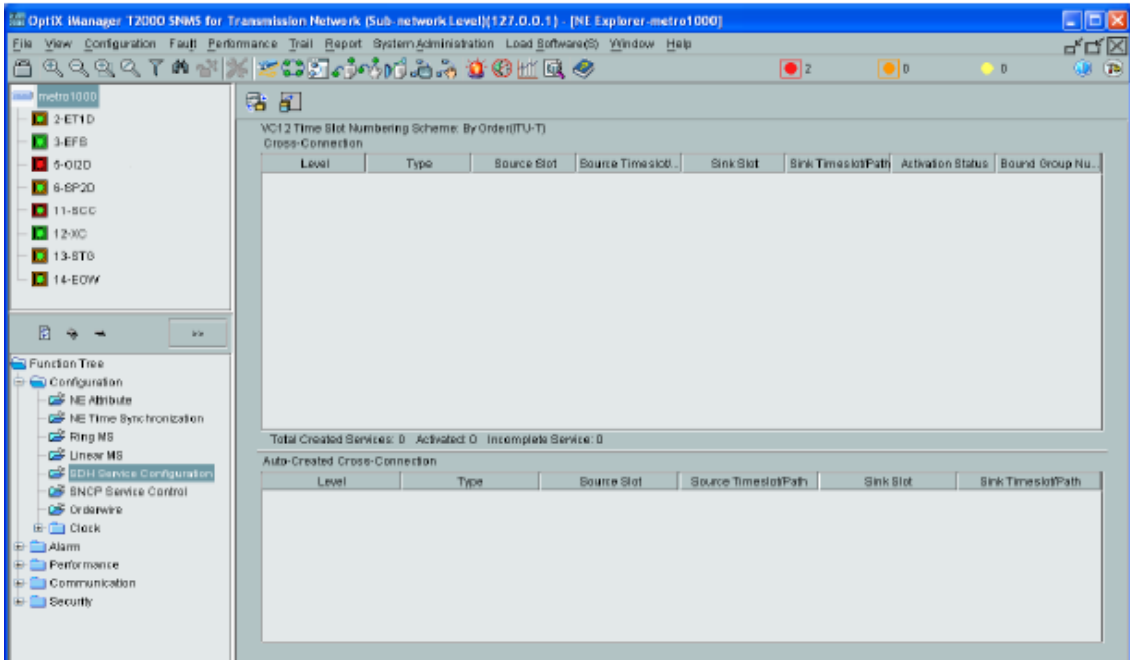

Figura 29. NE Explorer - Metro 1000
1. Doble click sobre el elemento de red en la ventana “Main Topology” y se escoge la opción “Service Configuration” . Se abrirá la ventana “NE Explorer-Metro 1000” (ver figura 29). En la parte izquierda superior se observa el NE en mención con cada una de las tarjetas que se encuentran instaladas y programadas dentro del mismo. En esta pequeña ventana se podrá escoger si se programan los servicios a nivel general del equipo o la programación de cada una de las tarjetas.